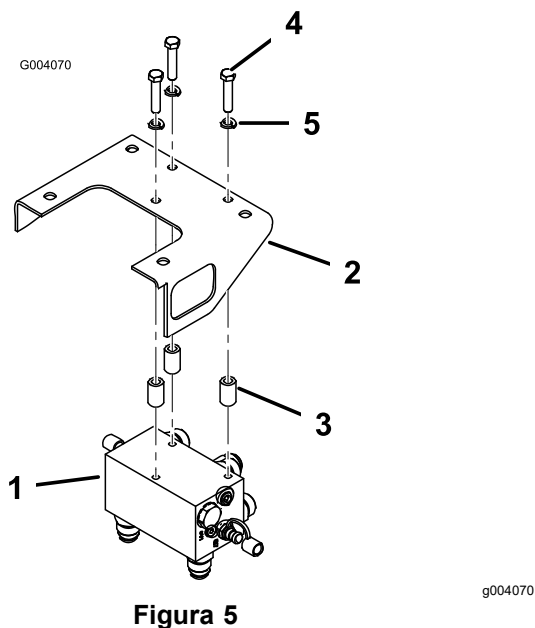

Figura 5
4. Montate il gruppo collettore nella parte inferiore della staffa del collettore con 3 bulloni (3/8 x 1-3/4 poll.), rondelle di bloccaggio (3/8 poll.) e distanziali. Posizionate i distanziali tra la staffa del collettore e la parte superiore del collettore. Il collettore deve essere posizionato in modo che i raccordi siano rivolti all'indietro e in basso (Figura 5).